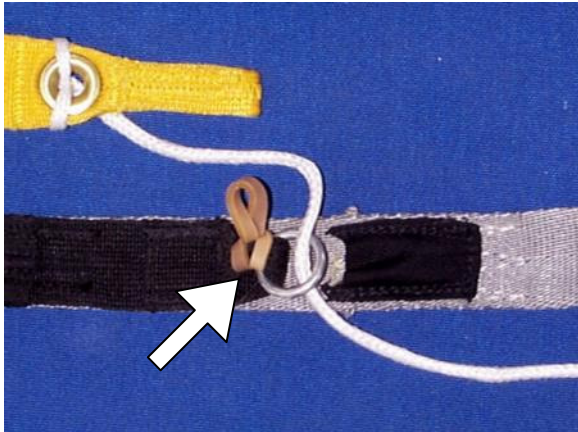

Figure 4. – Attacher l'élastique coupé
1. Couper un bracelet élastique dans la largeur . Passer l'élastique à travers le loop en tissu qui assemble l'anneau en à l'élévateur et sécuriser le avec un noeud en tête d'alouette comme montré en *Figure 4*.